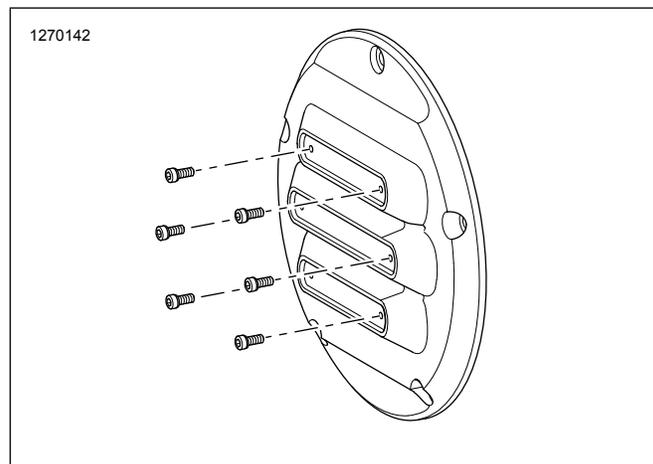

Figura 3. Parafusos decorativos
6. **Kits: Somente 25700768, 25700822, 25700825, 25700826:** consulte o Figura 3. Instale os parafusos decorativos na tampa.